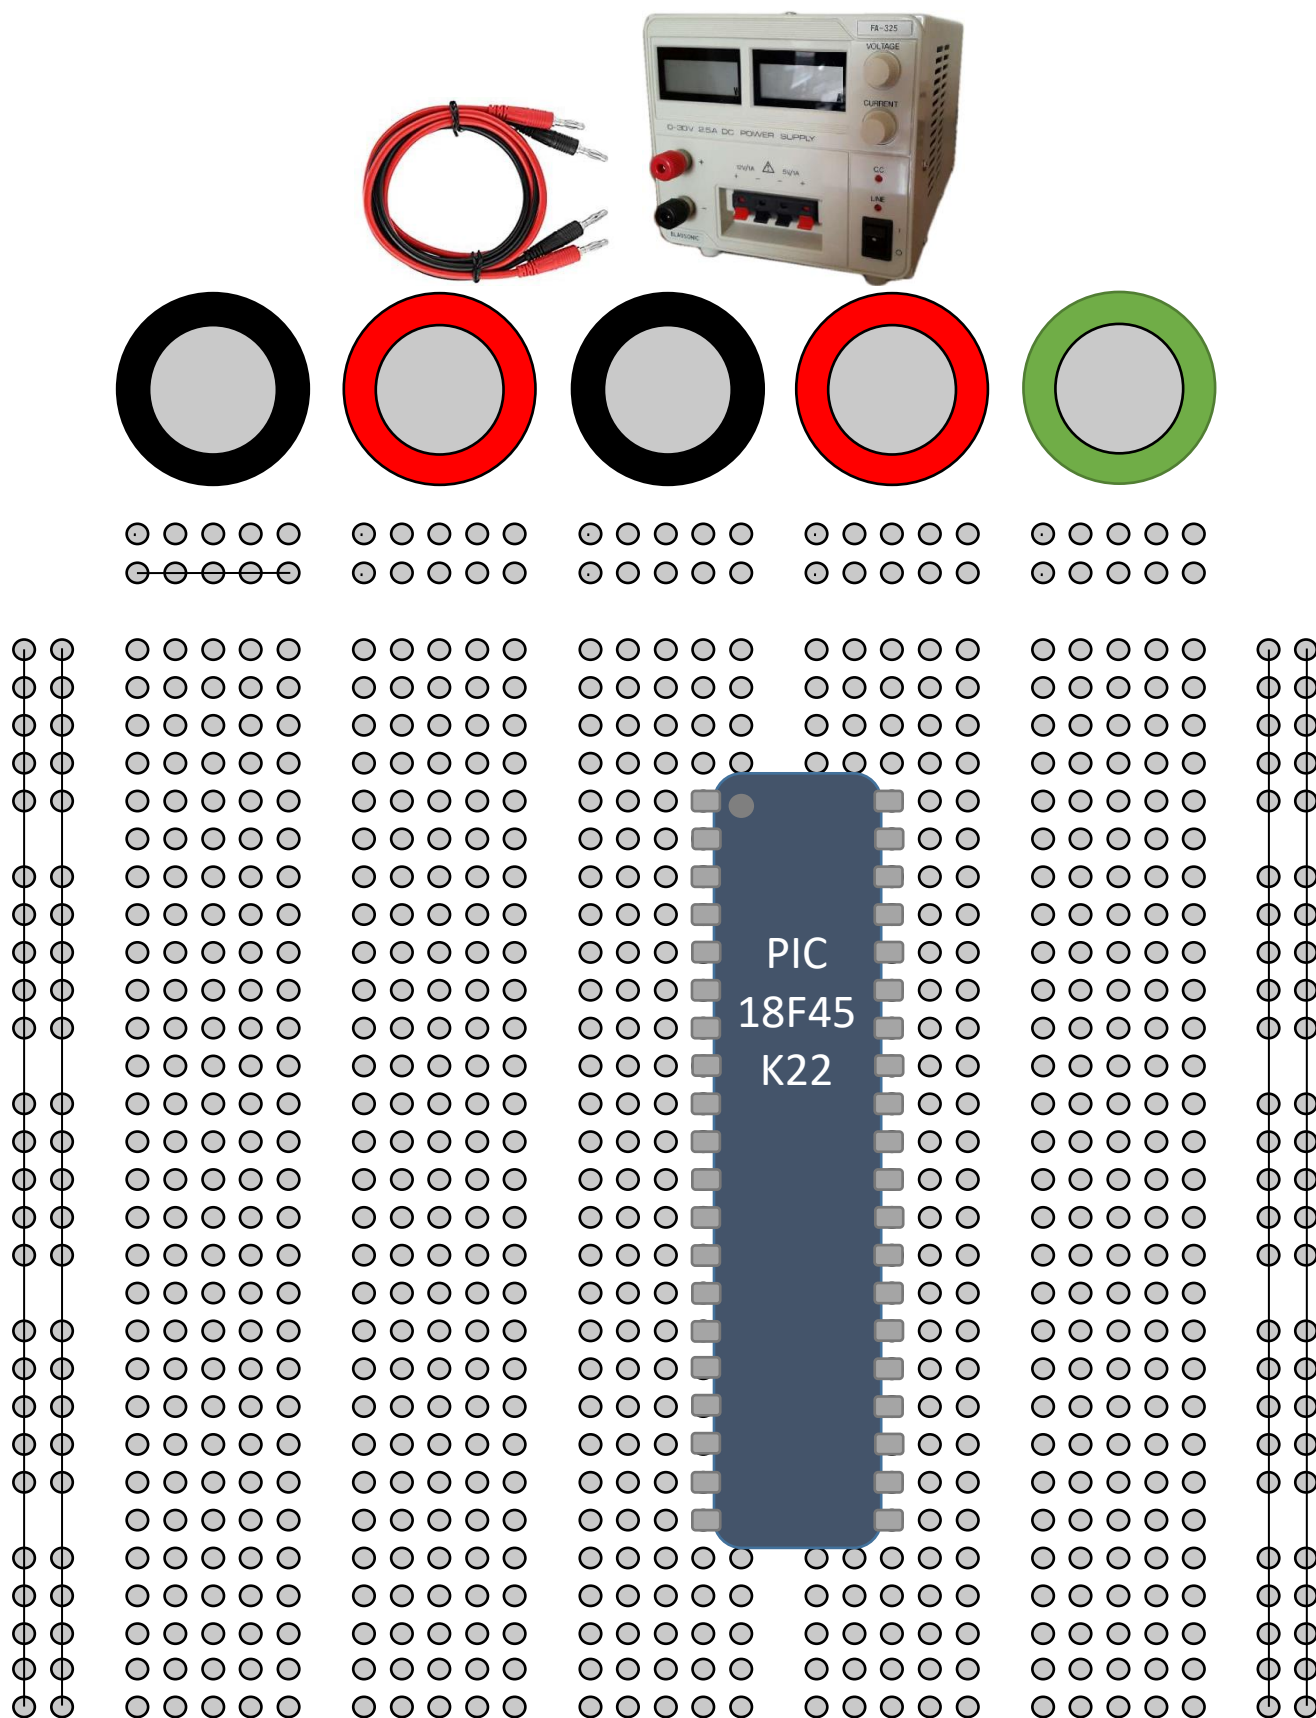

Figura 1. Esquema d'una protoboard per fer les connexions dels circuits.
- Captura de pantalla de la Figura 1 que trobareu a la pàgina següent, amb les indicacions detallades de totes les connexions necessàries per fer funcionar el microcontrolador i els circuits de l'apartat 5.1. No oblideu fer una ullada al punt 1.7 del Resum_electrònica.pdf on s'expliquen les connexions i l'alimentació del PIC.